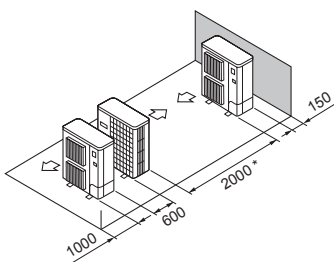

Fig. 2-17
- ⑤ Disposición en paralelo de unidades simples (Fig. 2-17)